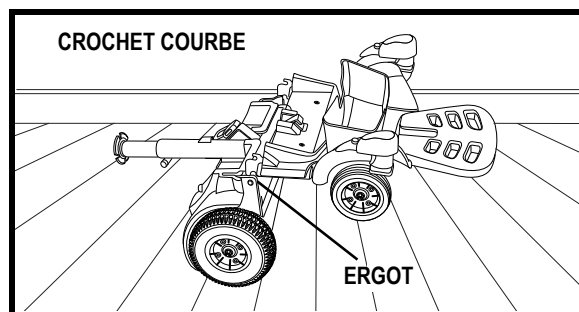

Figure 14. Alignez les sections
2. Tenez le devant de la section parallèle au plancher, alignez les crochets courbés de la section avant avec les ergots de la section arrière. Voir la figure 14.